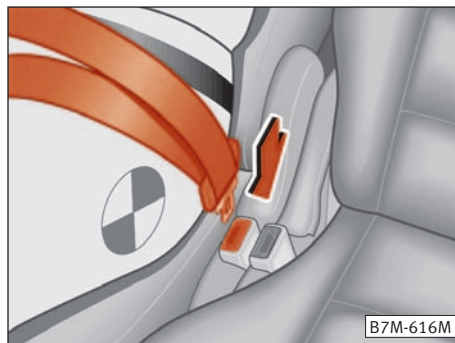

Fig. 16
- Desplazar ahora la segunda lengüeta de cierre con la mano izquierda por encima del abdomen hasta el cierre izquierdo del asiento ⇒ **fig. 16**.